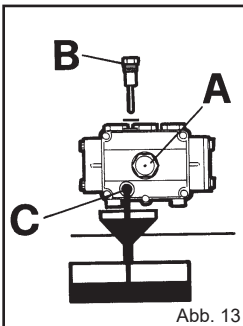

Abb. 13
- 2) Den Deckel mit dem Kontrollstab (Abb. 13) aufdrehen.